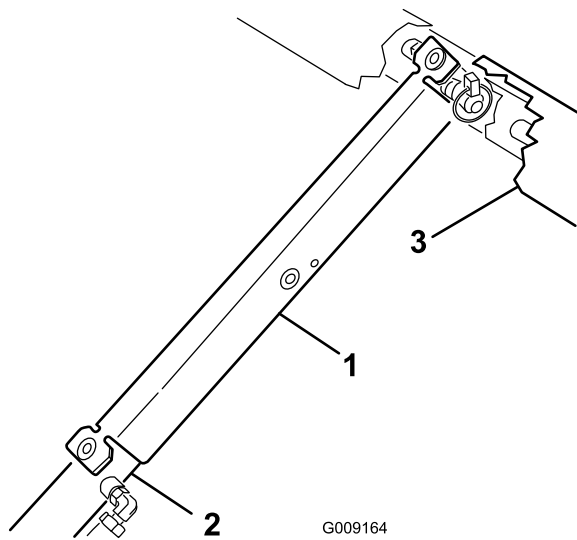

図 41
3. サポートをシリンダロッドにはめ込み、サポートの端部でシリンダバレルの端とシリンダ・ロッドの端を確実に支える(図 41)。